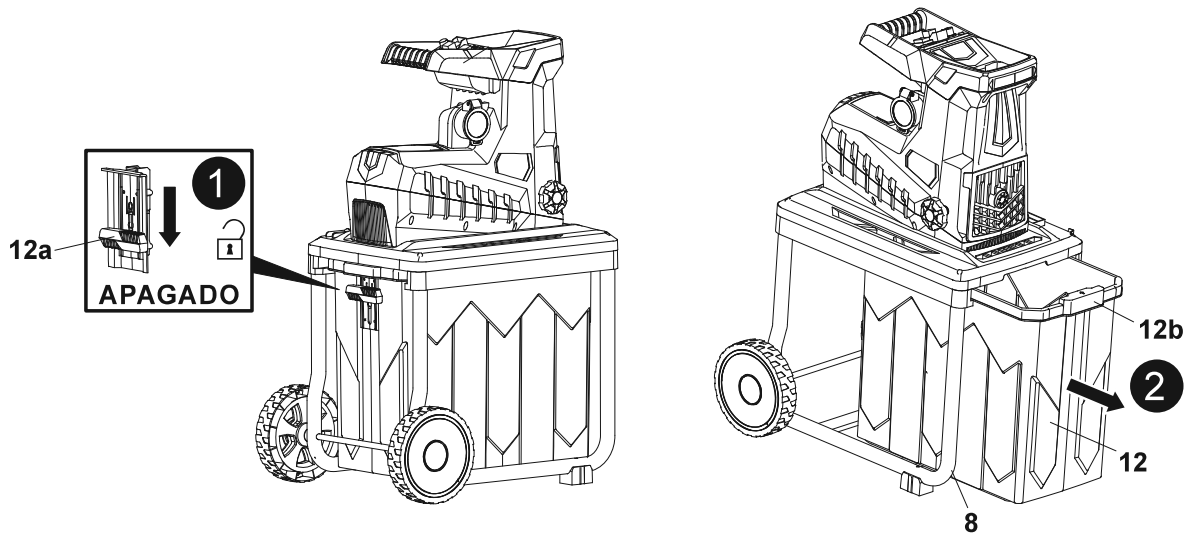

Fig. 9
1. Utilice siempre la máquina con el recogedor (12) puesto.
2. Antes de cada uso, inspeccione el recogedor (12). No lo utilice si detecta cualquier daño.
3. Vacíelo con frecuencia durante el uso. No espere a que el recogedor (12) esté totalmente lleno. Le recomendamos que lo vacíe cuando esté medio lleno.
**ADVERTENCIA:** No espere a que el recogedor (12) se llene del todo para vaciarlo. Recuerde que el recogedor (12) se llena de forma desigual bajo el canal de descarga (6).
5. Pulse a fondo hacia abajo el interruptor de enclavamiento (12a) hasta la posición "OFF" (Fig. 9, paso 1), sujete el agarre integrado (12b) y tire con cuidado del recogedor (12) para sacarlo del bastidor (8) (Fig. 9, paso 2).